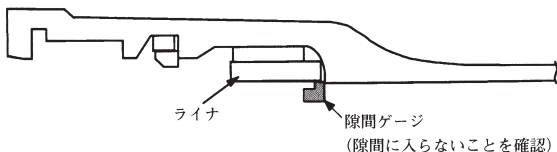

図43 ライナ位置の確認
- ① 隙間ゲージが、ライナと受口奥部との間に全周にわたり入らないことを確認する(図43参照)。